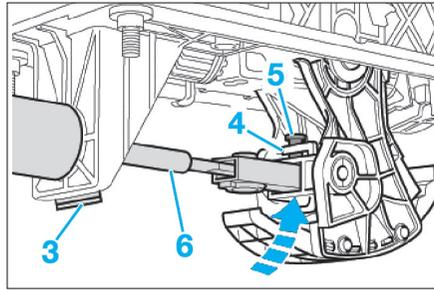

Fig. 22
- Dégrafer la plaque crantée (2).
- Sortir vers le bas l'agrafe de verrouillage (3) du câble du levier sélecteur (Fig.22).